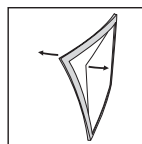

Figura 3
- Inserire il dito nell'incavo sul bordo inferiore del telaio e flettere il telaio verso l'alto finché non si stacca da un bordo (Figura 3).